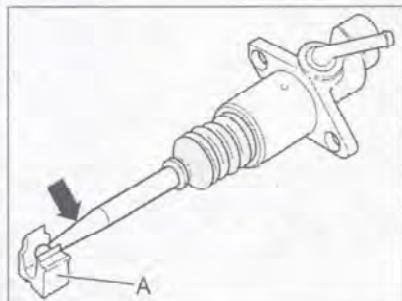

Рис. 7.315. Вставьте зажим (A) на штоке в направляющую педали сцепления и надавите на педаль сцепления в направлении моторного отсека.
8. Вставьте зажим (A) на штоке в направляющую педали сцепления и надавите на педаль сцепления в направлении моторного отсека (рис. 7.315). Соединение педали с фиксатором должно сопровождаться характерным звуком.